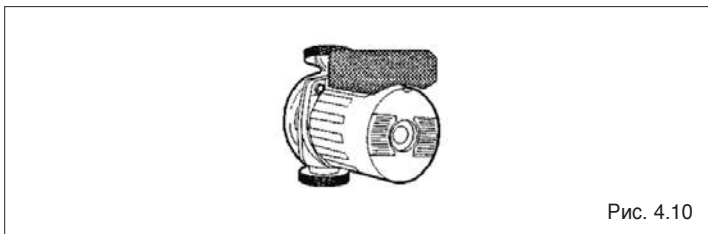

Рис. 4.10
- Убедитесь, что вал циркуляционного насоса (если имеется) вращается свободно и в правильную сторону (Рис. 4.10);